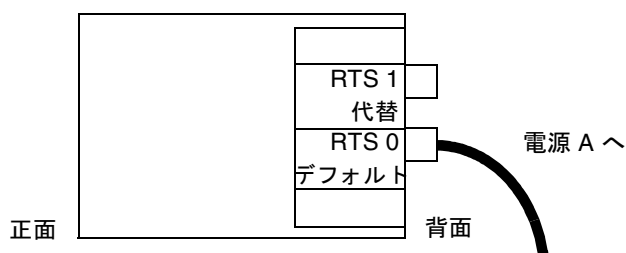

図 3-12 1つのRTUアセンブリおよび1つのAC電源での構成
- 1つのRTUアセンブリおよび1つのAC電源を使用する構成では、システムの背面左側に1本のケーブルを接続します(図3-12)。デフォルトのRTSユニットと同じ電源を使用するコンセントに代替RTSユニットを接続することはできません。信頼性が損なわれることになります。